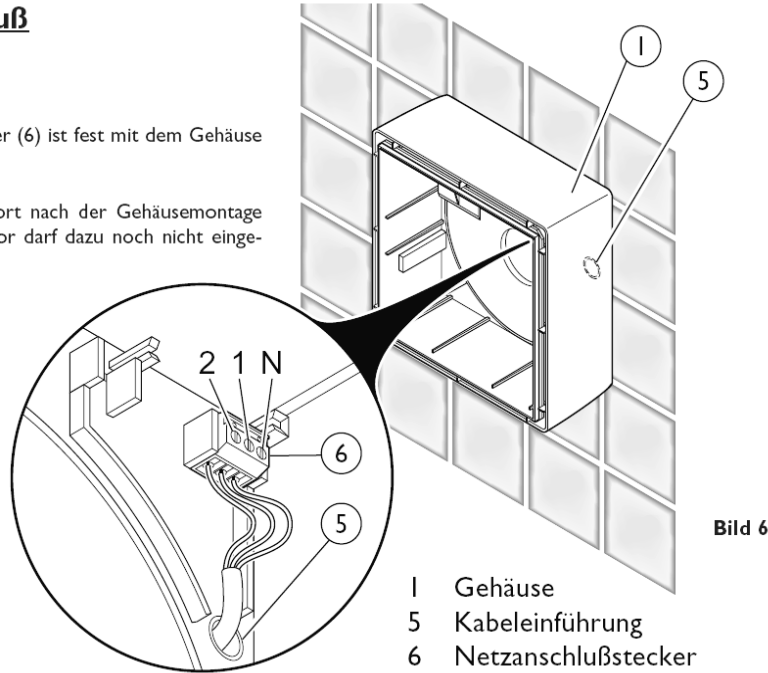

Bild 6
Der Netzanschlußstecker (6) ist fest mit dem Gehäuse verbunden, siehe Bild 6.